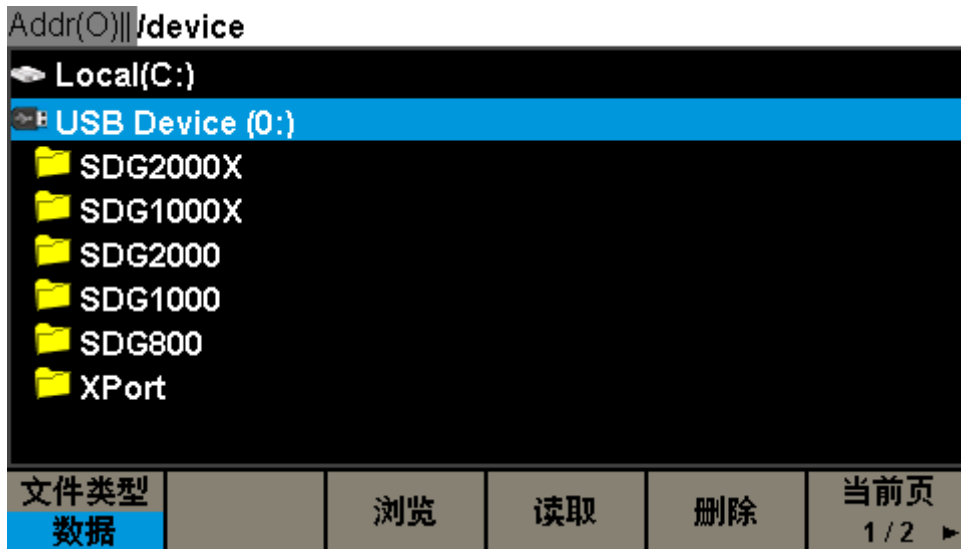

图 2-39 固件升级界面
4. 旋转旋钮选择USB Device (0:) 然后向下按下旋钮，或直接点击屏幕上USB Device (0:) 所在位置，展开U盘目录，如图 2-39所示。